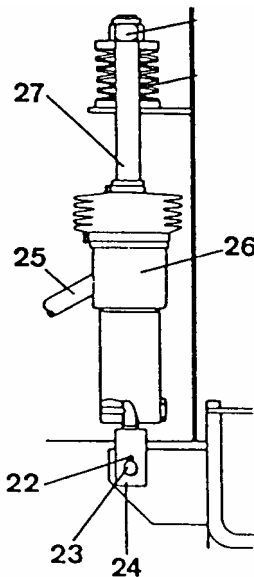

Fig 9
- Ajuste la altura usando el cilindro hidráulico atornillando la horquilla **24** (fig 9) hacia adentro y afuera. Antes de hacer cualquier ajuste, bloquee el cabezal desbastador, retire el perno **22** (fig 9) y el perno pivote **23** (fig 9).